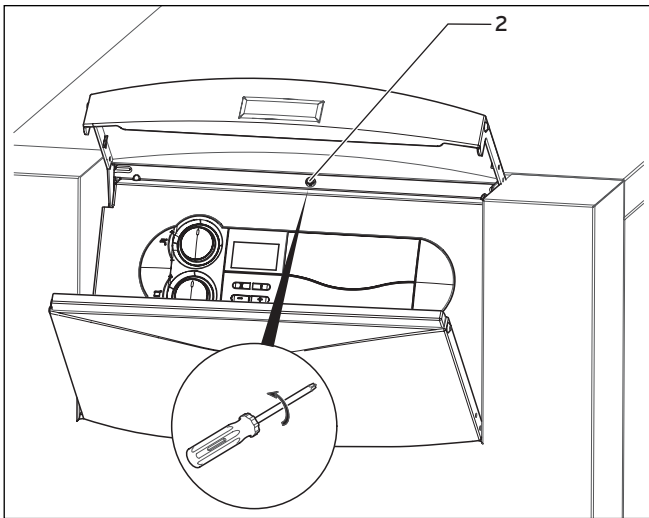

Рис. 5.2 Удаление передней стенки облицовки
- Выкрутите болт (2, рис. 5.2) из multifункциональной панели.